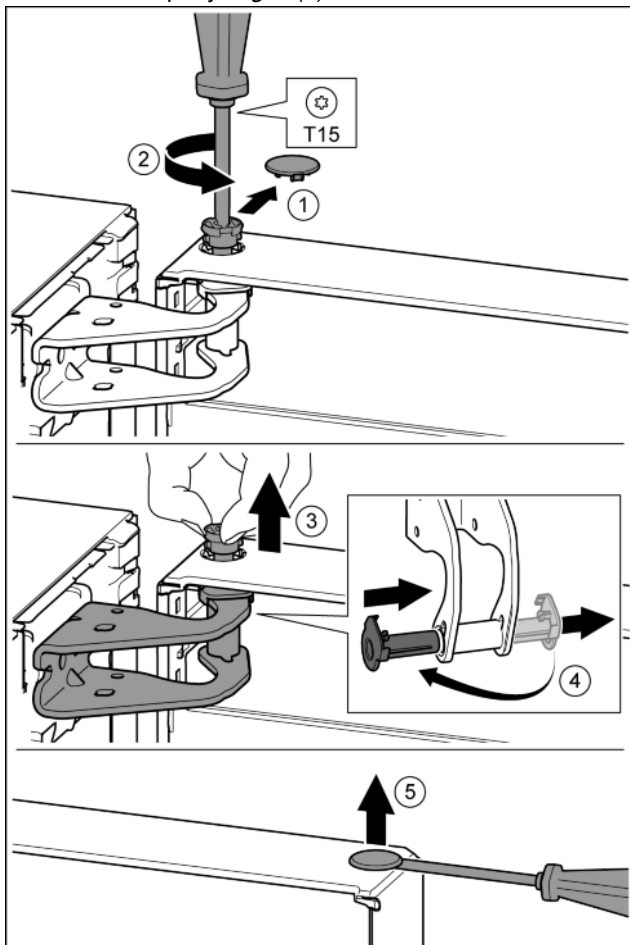

Fig. 10
- ▶ Осторожно снять предохранительную крышку. Fig. 10 (1)
- ▶ Немного выкрутить палец отвёрткой T15. Fig. 10 (2)
- ▶ Удерживать дверь и вытянуть палец рукой. Fig. 10 (3)
- ▶ Опорную втулку вывести из направляющей. Установить и зафиксировать с другой стороны. Fig. 10 (4)
- ▶ Осторожно приподнять шлицевой отвёрткой заглушку из опорной втулки двери и вынуть. Fig. 10 (5)